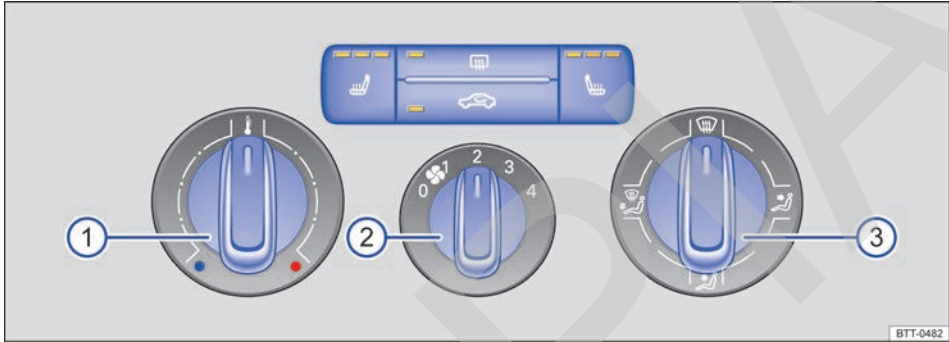

Fig. 86 En la parte superior de la consola central: mandos del sistema de calefacción y ventilación.
- Gire el regulador central a la posición  → fig. 86 .